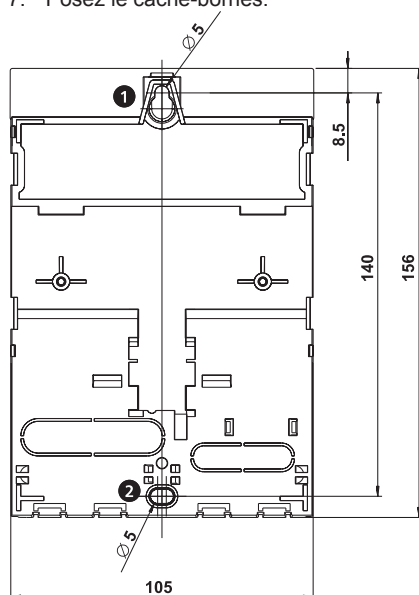

Fig. 2 : Face arrière du régulateur avec ouvertures supérieures ❶ et inférieures ❷
2. Serrez la vis de l'ouverture supérieure du montage ❶ (fig. 2) de sorte que la tête de la vis ait un écart de 5 à 7 mm par rapport à la surface de montage.
4. Marquez l'emplacement de l'ouverture inférieure du montage ❷ à l'aide du boîtier du régulateur.
6. Accrochez le régulateur à l'ouverture supérieure du montage ❶ et fixez-le en le vissant au niveau de l'ouverture inférieure du montage ❷ .